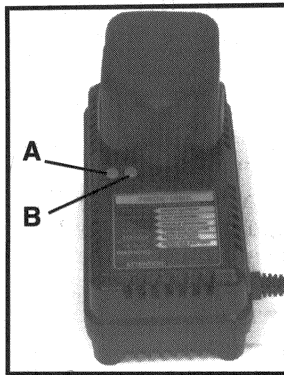

Fig. 5
Asegúrese de que el voltaje del circuito eléctrico sea igual al indicado en la placa de especificaciones del cargador. Conecte el cargador a la fuente de electricidad. El indicador verde (A) Fig. 5, debe iluminarse intermitentemente. Esto indica que el cargador está listo para cargar.
Ponga el paquete de batería arriba del cargador, y alinee la lengüeta del paquete de batería con la ranura del cargador. Meta el paquete de batería en el cargador (vea la Fig. 5). **NO LO FUERCE.** Si el paquete no entra fácilmente, no lo está metiendo correctamente: Vuelva a alinear la lengüeta del paquete con la ranura del cargador e inténtelo de nuevo.
El indicador verde (A) Fig. 5, debe empezar a iluminarse continuamente para indicar que el paquete de batería está recibiendo una «Carga Rápida» (si la luz verde no se ilumina continuamente, o si el indicador rojo (B) Fig. 5 también empieza a iluminarse intermitentemente: vea DIAGNÓSTICOS). Después de aproximadamente una hora, el indicador de la «Carga Rápida» debe apagarse para indicar que el paquete de batería está completamente cargado y que el cargador le está dando una «Carga Lenta». Puede dejar el paquete de batería en «Carga Lenta» hasta que lo quiera usar.
El Cargador, Modelo 8301, viene con un sistema diagnóstico que revisa automáticamente el paquete de batería cada vez que el paquete se mete en el cargador. Si no encuentra problemas, el cargador empezará automáticamente la «Carga Rápida» como está indicado en la sección anterior de PARA CARGAR NORMALMENTE. Si encuentra un problema, lo indicará usando las luces indicadoras (vea la Fig. 5) según lo siguiente: